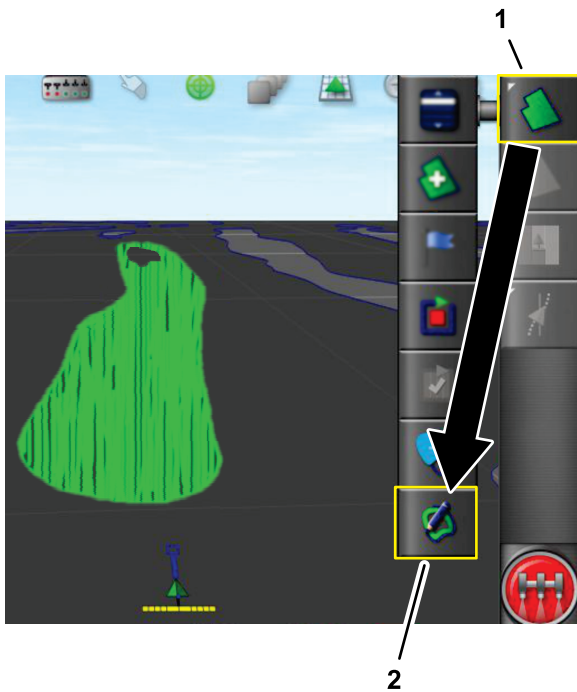

Bild 51
2. Tippen Sie auf das Symbol Feld und tippen Sie auf das Symbol Grenze aus Überdeckung erstellen (Bild 51).